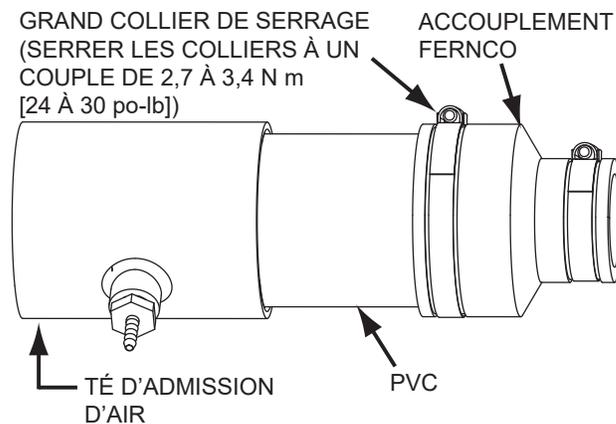

Figure 19. Tuyau de raccordement d'admission d'air
3. Desserrer le grand collier de serrage sur l'accouplement Fernco qui raccorde le tuyau de raccordement d'admission d'air au souffleur de combustion. Voir **Figure 19**.